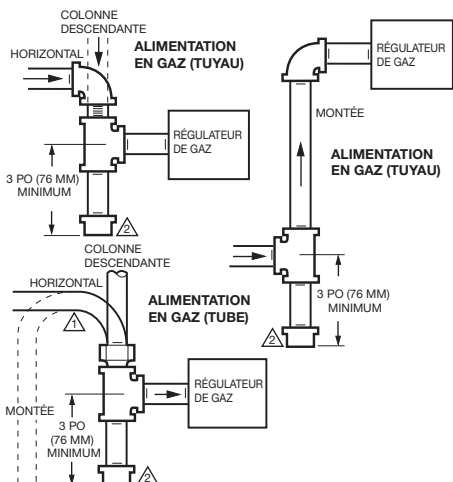

**Fig. 1. Utiliser une quantité modérée de mastic pour joints de tube.**
2. Appliquer sur l'adaptateur une quantité modérée de mastic pour joints de tube de bonne qualité, en laissant deux filetages nus à l'extrémité. Voir la Fig. 1. Sur les installations au GPL, utiliser un mastic résistant au GPL. NE PAS utiliser de ruban Téflon.
4. Appliquer sur le tuyau ou le coupleur uniquement une quantité modérée de mastic pour joints de tube de bonne qualité (NE PAS utiliser de ruban Téflon), en laissant deux filetages nus à l'extrémité. Sur les installations au GPL, utiliser un mastic résistant au GPL. Voir la Fig. 1.